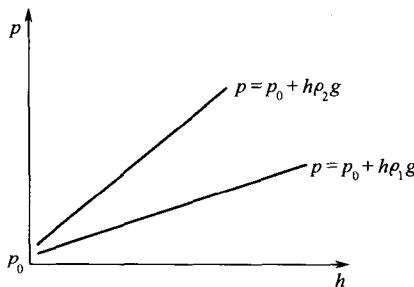

图 1-5 压力与深度及密度的关系
2. 静止流体内部的压力  $p$  与深度  $h$  和密度  $\rho$  存在函数关系 即流体内部的压力随深度的变化而变化, 流体的密度越大, 这种变化也越大。如图 1-5 所示, 图中流体密度  $\rho_2 > \rho_1$ 。